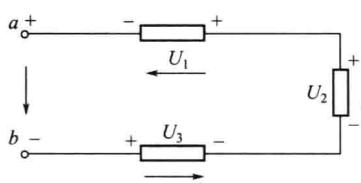

图 1-4 例 1-1 电路图
**例 1-1** 在如图 1-4 所示的电路中，已知  $U_1 = 10\text{V}$ ,  $U_2 = -16\text{V}$ ,  $U_3 = -4\text{V}$ , 试
解：标定  $a$ 、 $b$  两点间电压的参考方向如图 1-4 所示，则